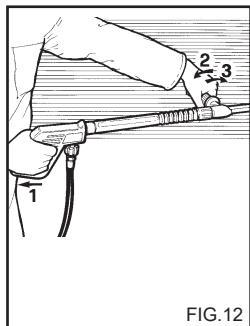
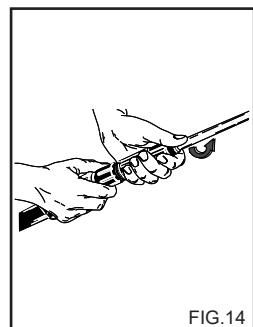

FIG.12
FIG.14
## BRUK DET DOBLE MUNNSTYKKET ELLER DET JUSTERBARE HODET (fig. 12)
**2) Fjern forlengelsen fra håndtaket og sett inn dobbeltlansen eller lansen med regulert hode (fig.14), start høytrykksvaskeren og kommandoen for oppsuging av vaskemiddellet på lansen (fig. 12, 13) og sprut på overflaten som skal vaskes nedefra og opp. La virke i noen minutter**